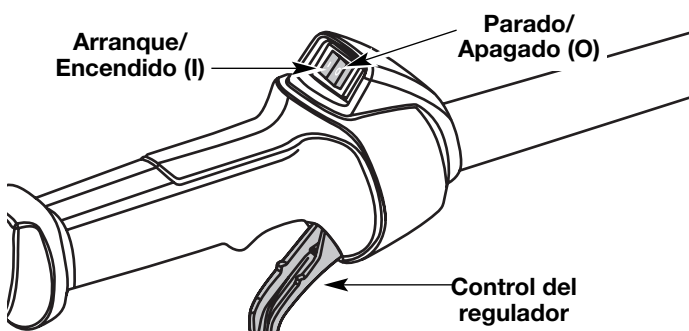

Fig. 8
**NOTA:** No hay necesidad de colocar el control en la posición ENCENDIDO. El control de encendido y apagado está en la posición ENCENDIDO (I) en todo momento (Fig. 8).
2. Oprima el control de encendido y apagado en la posición APAGADO (O) y manténgalo oprimido hasta que la unidad haya dejado de funcionar por completo. (Fig. 8)